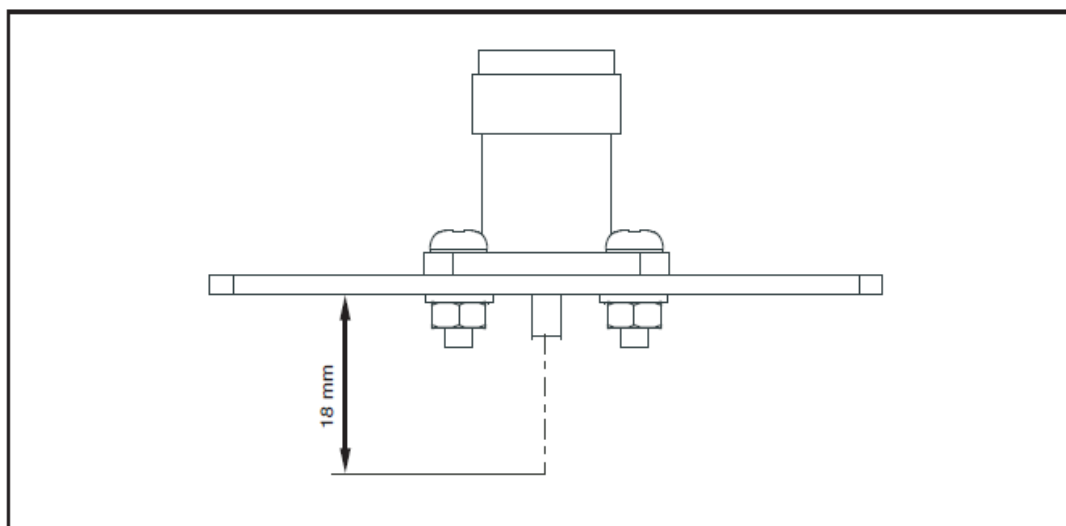

Рисунок 13. Разъем выходного напряжения
4. Внутренний контакт разъема N-типа подключен к печатной плате **В** медным луженым проводом 20 SWG длиной 18 мм (0,71 дюйма). См. Рисунок 13. Просунув жало паяльника, между планками, так, чтобы не повредить их, отпаяйте провод от задней стороны печатной платы **В** и снимите разъем. Может потребоваться повторение действий по удалению припоя, прежде чем удастся освободить основание разъема и центральный контакт.